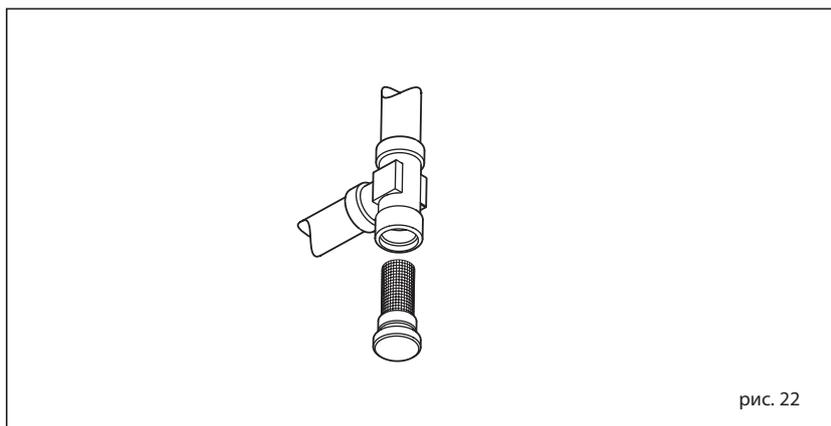

рис. 22
4.5.2 Очистка "Система защитного фильтра воды" (рис. 22)
4.5.3 Функция сушки стяжки (рис. 22/a)